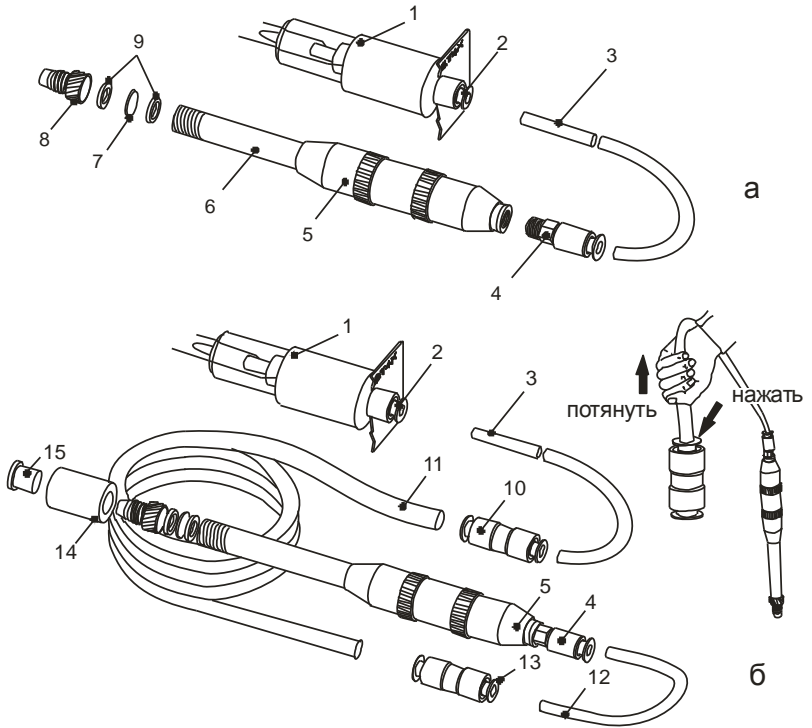

Рис. 4. Схема соединения элементов пробоотборника с газоанализатором (а) и элементов удлинителя с газоанализатором (б):
- отверните гайку 8, извлеките фильтр противопылевой 7 вместе с прокладками фторопластовыми 9 (см. рис. 4а);
- установите прокладки фторопластовые 9, новый фильтр противопылевой 7 в проточку гайки 8 в порядке, указанном на рис. 4а;
Устройство обеспечивает визуальный контроль появления жидкости в системе пробоотбора и устанавливается вместо переходника, соединяющего две фторопластовые трубки. Устройство представляет собой толстостенную стеклянную трубку, покрытую защитной пленкой. На входе и выходе трубки установлены фитинги для ее соединения с фторопластовыми трубками. На выходе устройства установлена специальная мембрана, препятствующая попаданию жидкости в трубку 3 (см. рис. 4б) пробоотборника. При намокании мембрана мгновенно увеличивает газовое сопротивление, останавливая поток воздуха, содержащий жидкость.
1.1. Установите устройство вместо переходника 10 (см. рис. 4б) в соответствии с маркировкой ВЕРХ и НИЗ на корпусе фильтра.